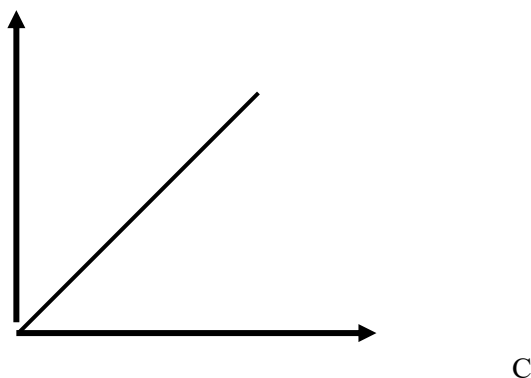

Рисунок 2. – Калибровочный график зависимости оптической плотности от концентрации
Рабочие растворы колориметрируют (измеряют величину оптической плотности) с синим или зеленым светофильтром ($\lambda = 450 - 500$ нм), используя кюветы с толщиной слоя 10мм. Данные занести в таблицу 2. По результатам определения оптической плотности и расчета концентрации железа строят калибровочный график (рисунок 2), откладывая по оси абсцисс концентрации железа (C_{Fe} в мг/л), а по оси ординат - величины оптической плотности (D).